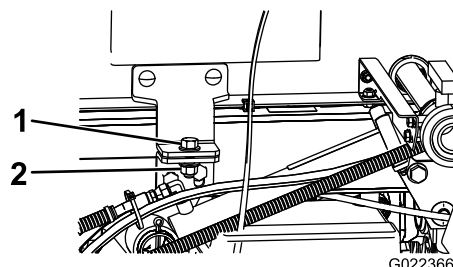

Figura 96
5. Rimuovete i bulloni di sicurezza dalla parte anteriore del telaio di supporto (Figura 96).